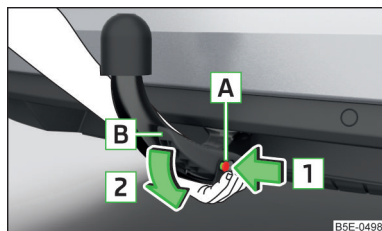

Fig. 280
- Agarre la barra de cabeza esférica **desde abajo** » fig. 280.